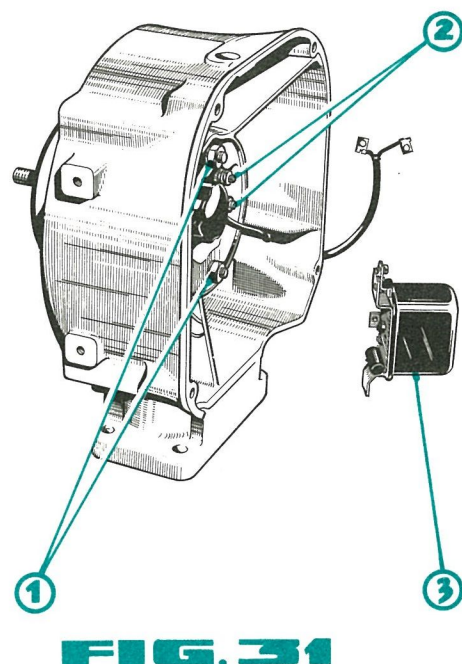

FIG.31
- démonter du carter porte-accessoires moteur, le support de dynamo illustré à la FIG. 31.
- desserrer alors complètement les deux écrous 1 (FIG. 31), et extraire la dynamo vers l'avant, après avoir desserré les écrous des cosses de connexion (rep. 2 - FIG. 31).